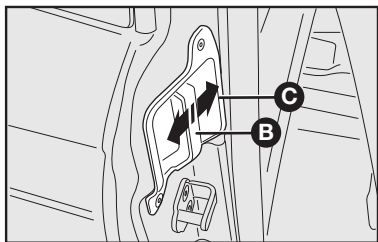

fig. 86
- destravar a maçaneta interna **B**—fig. 86 em qualquer um dos sentidos da seta e abrir a porta traseira.
– Para fechar a porta manusear a maçaneta pela região C—fig. 86, para evitar o acionamento da fechadura, que iria impedir o fechamento da porta. O correto fechamento da